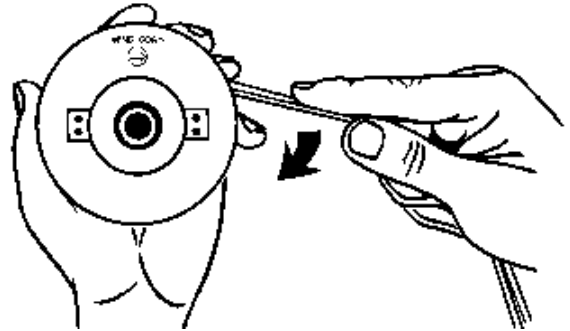

Fig. 15
5. Enrouler comme illustre (Fig. 15), en tenant tendu, chaque moitié étant séparée par le séparateur de bobine. Enrouler jusqu'à 15 cm (6 po) des extrémités.